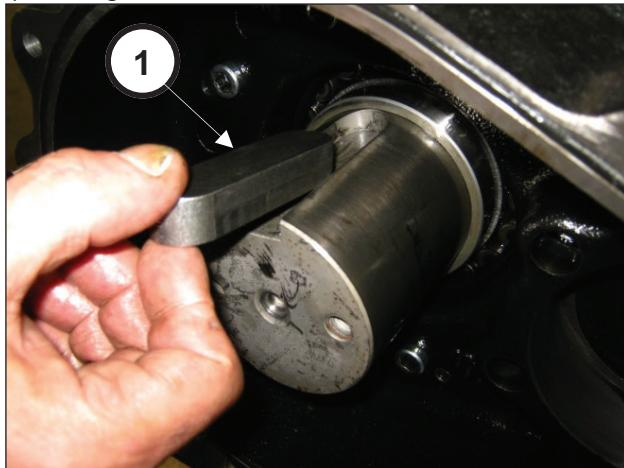

Fig. 61
Introducir la lengüeta 22x14x100 en el alojamiento del eje (pos. ①, Fig. 61).